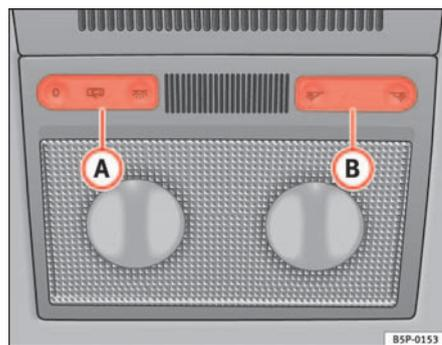

Fig. 80 Revêtement intérieur du toit : plafonnier avant.
La commande ⇒ fig. 80 (A) vous permet de sélectionner les positions suivantes :
Tournez la commande rotative en position 0 ⇒ fig. 80 .